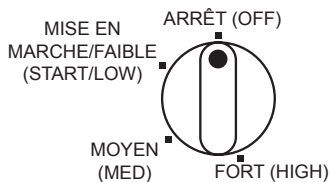

Figure 8 - Positions du bouton de réglage
6. Tournez le bouton de réglage à la position LOW et enfoncez-le (voir figure 8). Gardez le bouton enfoncé et appuyez sur le bouton d'allumage piézo-électrique. Vous devrez peut-être appuyer sur le bouton d'allumage piézo-électrique de 3 à 8 reprises pour que le brûleur s'allume. Une fois que le brûleur est allumé, maintenez le bouton de la vanne de contrôle automatique enfoncé pendant 30 secondes, puis relâchez-le.